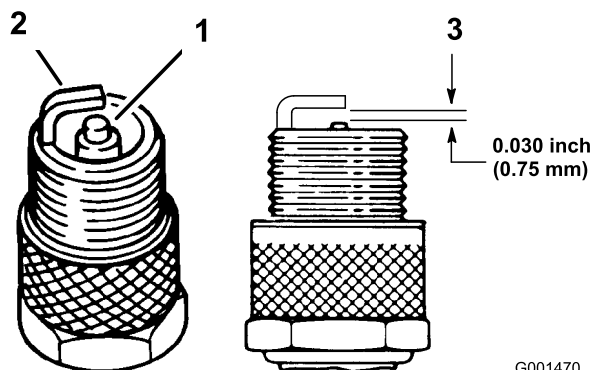

Figure 41
4. Vérifiez l'état des électrodes latérale et centrale, ainsi que de l'isolateur de l'électrode centrale (Figure 41).
5. Réglez l'écartement entre les électrodes centrale et latérale à 0,76 mm (Figure 41).